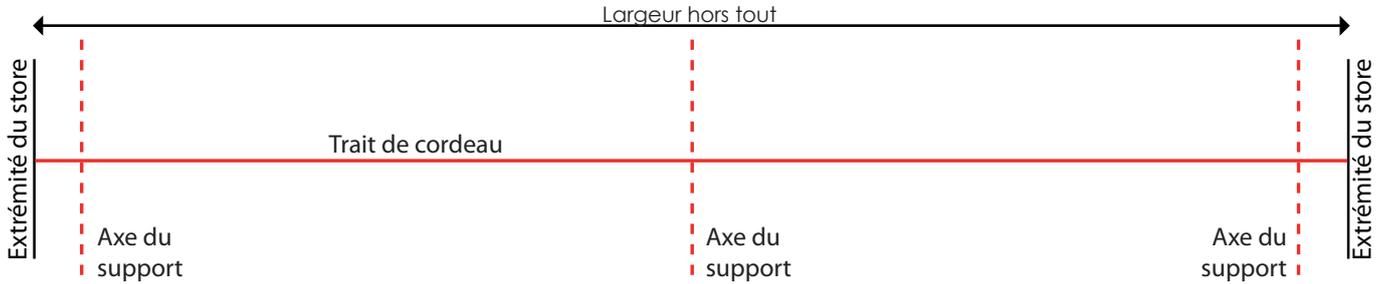

Fig 4
**4 -** Tracer l'emplacement des deux extrémités de la banne à l'endroit souhaité ainsi que l'axe des supports de pose (Fig 4). Le troisième support (moins large) doit toujours se situer au milieu.